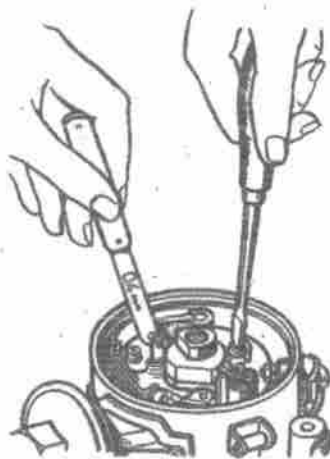

Bild 234. Einstellen des Kontaktabstands im Zündverteiler
4. Zum Einstellen des Kontaktabstands Kurbelwelle des Motors mit Andrehkurbel derart drehen, daß der Unterbrechernocken die Kontakte völlig öffnet. Darauf Sicherungsschraube 30 (Bild 234) lockern, welche den Bock des unbeweglichen Kontaktes befestigt, und mit Schraubendreher die exzentrische Einstellschraube 35 drehen, so daß sich der Bock mit dem unbeweglichen Kontakt verstellt und der nötige Kontaktabstand sich einstellt. Darauf Schraube 30 festziehen und den Kontaktabstand mit Fühllehre prüfen (Bild 234).